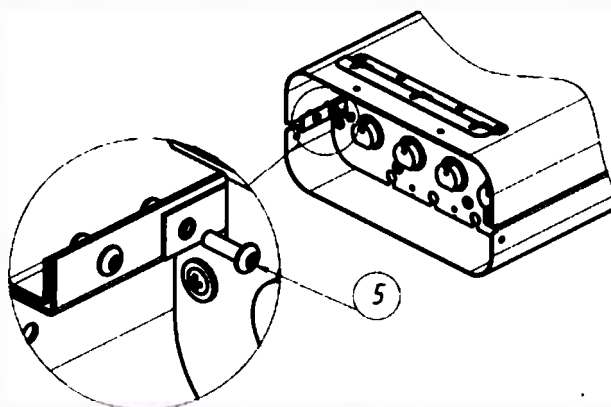

Рисунок 8
- Вывернуть 4 винта М4х14 (рис.8, поз.5) крепления панели блока ламп (по два винта с каждой стороны).